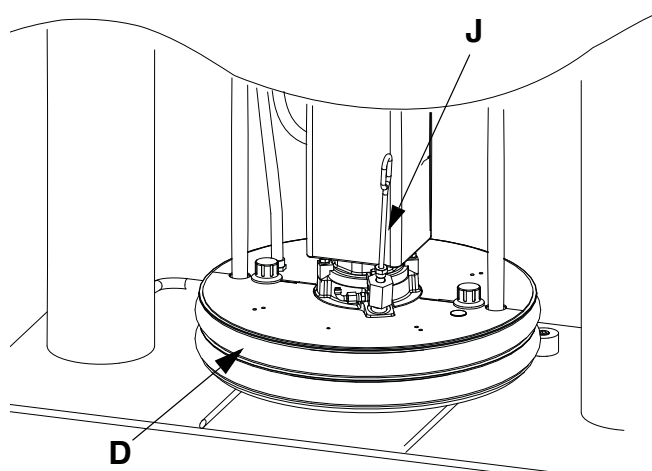

Fig. 17: Uppvärmad tryckplatta
3. Smörj tryckplattätningarna (D) med fett eller annat smörjmedel som är kompatibelt med den vätska som ska pumpas.
5. Ställ ett fat fyllt med vätska på tryckmatarens bas, tryck den bakåt mot rörstoppen och centrera den under tryckplattan (D). En alternativ sats för cylinderfat finns tillgänglig för att underlätta placeringen av fatet på fundamentet. Beställ satsen 255627.
6. Avlägsna avtappningsspaken från plattans avtappningsventil (J). Se FIG. 17.